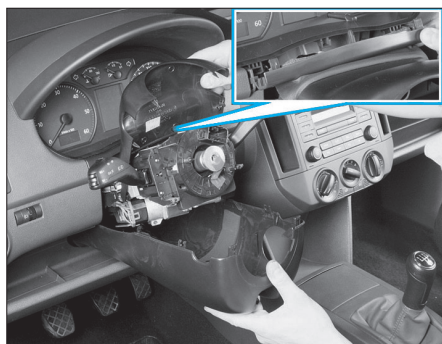

Fig. 30
- Déposer les deux demi-coquilles en les dégrafant l'une de l'autre. La partie supérieure est aussi à dégrafer de la planche de bord (Fig.30).